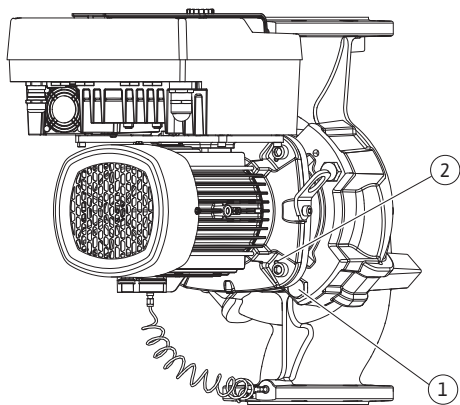

Fig. 104: Moottori-juoksupyöräyksikön painaminen ulos kierrereikien kautta (pumpputyypistä riippuen)
22. Kun ruuvit (Fig. II, pos. 10) poistetaan, myös paine-eroanturi irrotetaan moottorilaipasta. Jätä paine-eroanturi (Fig. I, pos. 8) kiinnityslevyineen (Fig. I, pos. 13) roikkumaan paineenmittausjohtoihin (Fig. I, pos. 7). Irrota elektroniikkamoduulin paine-eroanturin liitäntäkaapeli.
23. Paina moottori-juoksupyöräyksikkö irti pumpun pesästä. Käytä tähän kahta kierrereikää (katso Fig. 104, pos. 1).
31. Ota moottori-juoksupyöräyksikkö (katso luku Pumpun kuvaus) pumpun pesästä avaamalla laipparuuvit (Fig. I/III, pos. 29).
32. Kun ruuvit (Fig. I/III, pos. 29) poistetaan, myös paine-eroanturi irtoaa moottorilaipasta. Jätä paine-eroanturi (Fig. I, pos. 8) kiinnityslevyineen (Fig. I, pos. 13) roikkumaan paineenmittausjohtoihin (Fig. I, pos. 7). Irrota DDG-paine-eroanturin liitäntäkaapeli elektroniikkamoduulista tai löysää ja vedä se pois pistoliitännästä.
33. Käytä moottori-juoksupyöräyksikön painamiseen pois pumpun pesästä niiden vieressä olevia kahta kierrereikää (Fig. 104, pos. 1) ja sopivia, asiakkaan toimesta hankittavia ruuveja (esim. M10 x 25 mm).
34. Vie kiintoavain (avainväli 32 mm) tiivistelaipan ikkunan sisään (Fig. III, pos. 38) ja pidä akselista kiinni avainpintojen välistä. Avaa juoksupyörän mutteri (Fig. III, pos. 22). Poista sen alla olevat aluslevyt (Fig. III, pos. 23) ja vedä juoksupyörä (Fig. III, pos. 21) pois pumppuakselilta. Irrota kiila (Fig. III pos. 37).
35. Vedä liukurengastiiviste (Fig. III, pos. 25) ja välirengas (Fig. III, pos. 20) irti.
36. Poista liukurengastiiviste vastarengas (Fig. III, pos. 26) tiivistelaipassa olevasta kiinnityskohdasta.